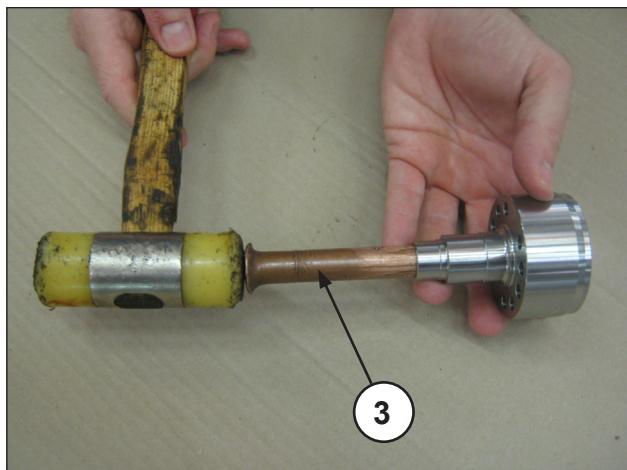
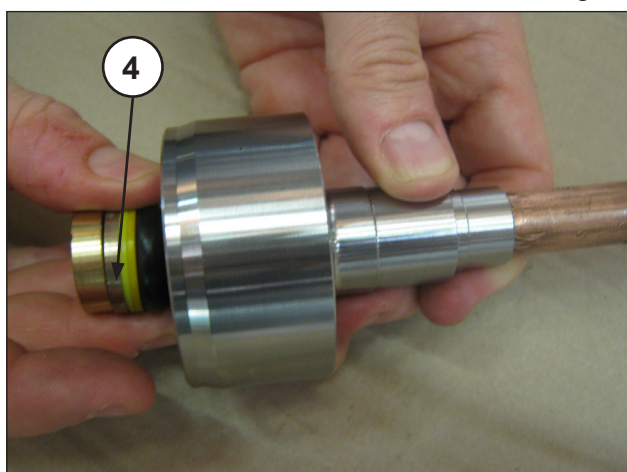
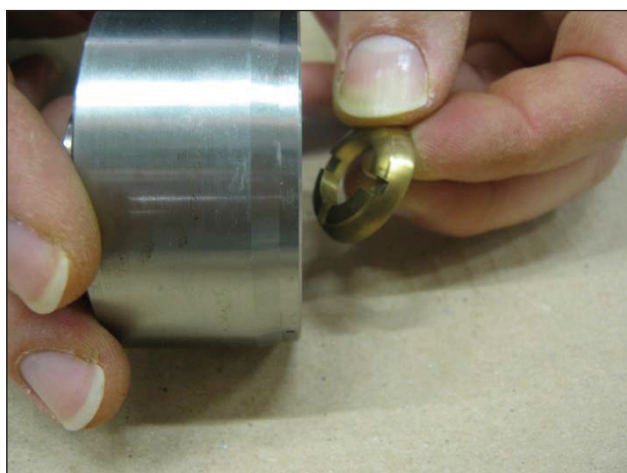

Fig. 34
Fig. 35
Fig. 36
- Col supporto guarnizioni HP separato e con una apposita spina (pos. ③ Fig. 34) fare fuoriuscire il pacco di H.P. (alta pressione) (pos. ④ Fig. 35), estrarre infine l'anello di testa (Fig. 36).
Ad ogni smontaggio il pacco HP (Fig. 35, pos. ④) dovrà essere sostituito.